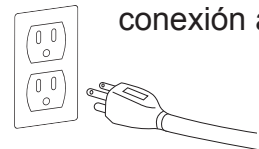

Fig. 9 - Panel preperforado
2. Retire el panel preperforado del ventilador del panel usando un destornillador (Ver Fig. 9). Instale el ventilador en el panel trasero del calefactor usando los cuatro tornillos proporcionados.